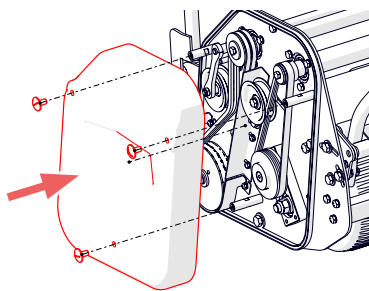

Abb. 16L – Abdeckung wieder anbringen.
- v. Prüfung: Setzen Sie den Riemenschutz wieder auf und befestigen Sie ihn mit den äußeren Schrauben (Abb. 16L). Den Mähhebel auskuppeln.